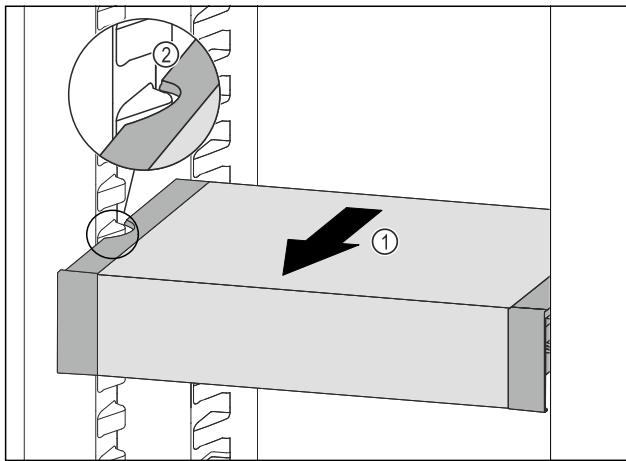

Fig. 109
- Táhněte VarioSafe dopředu Fig. 109 (1), dokud nebudou boční vybrání VarioSafe na úrovni žebrování na nádobu v chladničce. Fig. 109 (2)